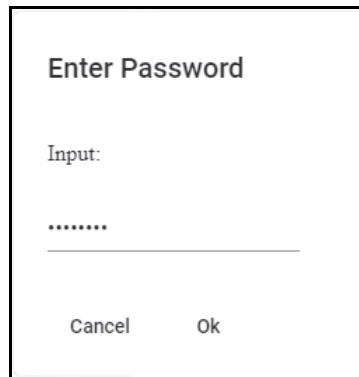

Abbildung 5-3 Dialogfeld Enter Password
3. Geben Sie das Passwort im Dialogfeld **Enter Password** (Passwort eingeben) ein und wählen Sie **Ok** aus (Abbildung 5-3 auf Seite 74).